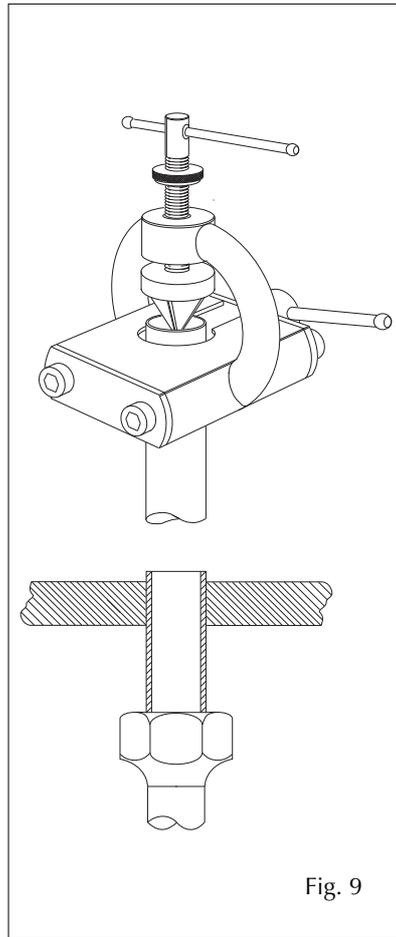

Fig. 9
- per la svasatura utilizzare un flangiaturbi conico (fig. 9);
- for the flares use a conical pipe flarer (fig. 9)